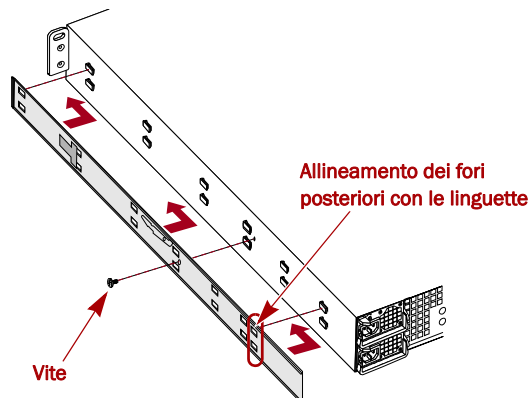

Figura 4. Fissaggio del componente della guida interna all'array E2000
3. Fissare il componente interno destro (Figura 4):